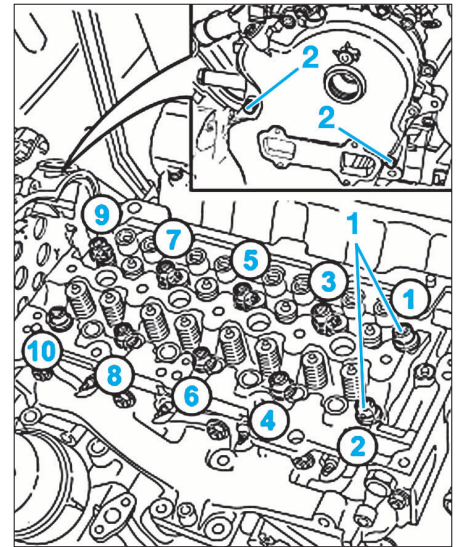

FIG. 24
- Mettre en place la culasse sur le bloc-cylindres et serrer les 2 vis (2) au couple prescrit de 0,8 à 1 daN.m (Fig.24).
- Serrer ensuite les 2 vis (1) de la culasse à 2 daN.m.
- Desserrer ensuite les 2 vis (2) du carter de distribution.
- Poursuivre le préserrage des autres vis de la culasse dans l'ordre indiqué (Fig.24).